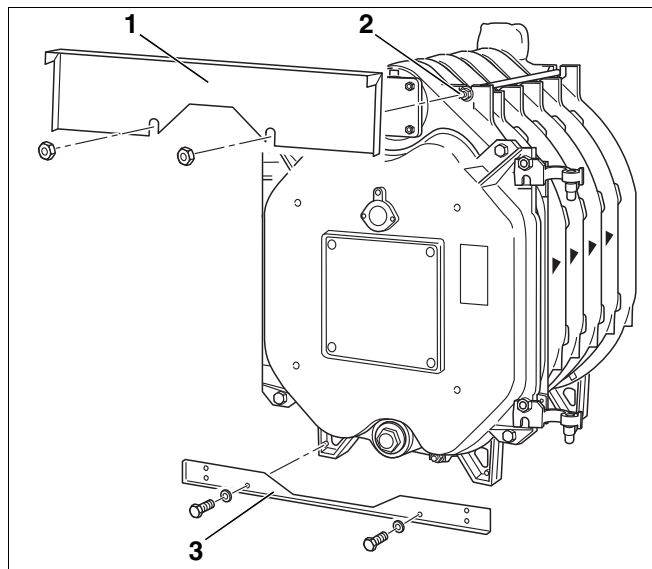

Fig. 30 Montage – traverses avant
- ▶ Sur la partie avant de la chaudière, il faut visser un autre écrou sur les deux tiges d'ancrage supérieures (fig. 30, [2]).
- ▶ Placer la traverse transversale en haut à l'avant (fig. 30, [1]) entre le premier et le deuxième écrou des tiges d'ancrage et fixer sur l'ergot en fonte.
- ▶ Visser à fond la traverse transversale en bas à l'avant (fig. 30, [3]) avec deux vis d'assemblage aux pieds de l'élément avant.